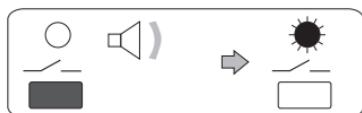

Fig. 3
- Mantenere premuto il **tasto "—"** sino alla emissione di un breve segnale acustico, quindi rilasciarlo: il comando è attivato ed il corrispondente **LED** acceso fisso (fig. 3).